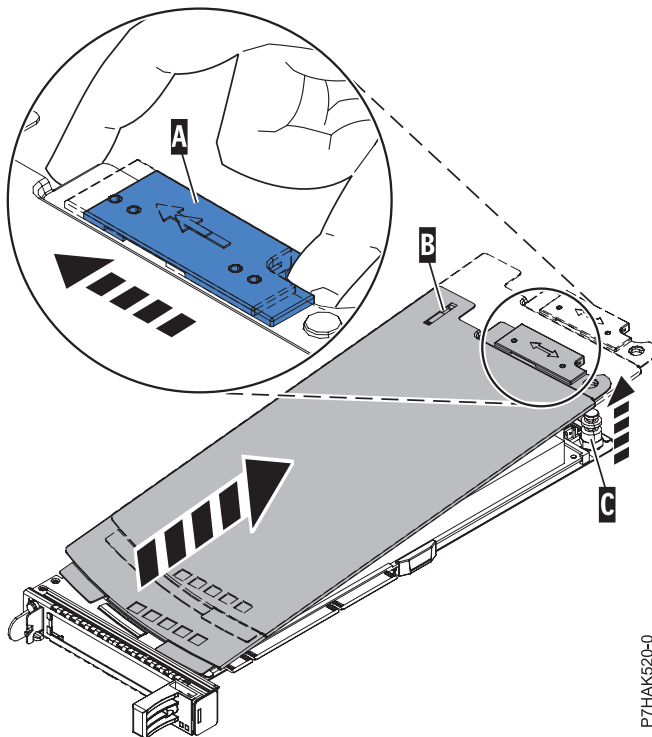

Abbildung 80. Abdeckung der PCIe-Adapterkassette ausbauen
- a. Verschieben Sie die Abdeckungsverriegelung (A) so, dass sie sich von dem Drehstift (C) löst (siehe Abb. 80 auf Seite 78).
- b. Heben Sie die Abdeckung (B) von dem Drehstift (C) ab.